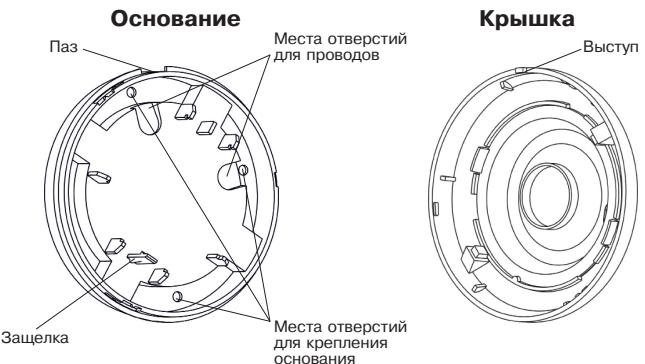

Рисунок 2 – Основание и крышка извещателя
- Снимите крышку извещателя, повернув крышку против часовой стрелки в паз наружном кольце основания извещателя, а затем поднимите крышку (рисунок 2).
- Просверлите в основании корпуса отверстия (рисунок 2), которые будут использоваться для прокладки проводов и крепления извещателя.